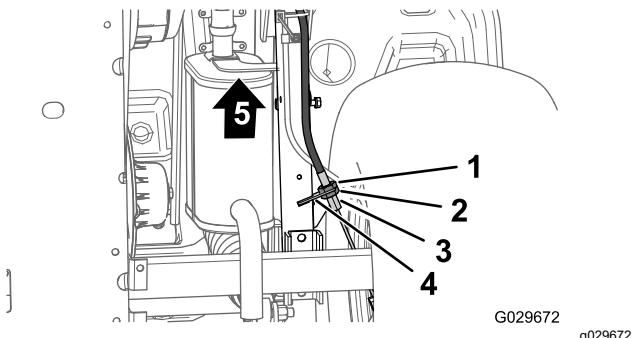

Bild 64
3. Lockern Sie an der Unterseite der Maschine die hintere Klemmmutter für den Gewindesteller des Feststellbremszugs um vier Umdrehungen (Bild 64).
4. Ziehen Sie die vordere Klemmmutter an (Bild 64).
- A. Lockern Sie die vordere Klemmmutter (Bild 64) für den Gewindesteller des Feststellbremszugs um eine Umdrehung.
- B. Ziehen Sie die hintere Klemmmutter an (Bild 64).
- A. Lockern Sie die hintere Klemmmutter (Bild 64) für den Gewindesteuerer des Feststellbremszugs um eine Umdrehung.
- B. Ziehen Sie die vordere Klemmmutter an (Bild 64).